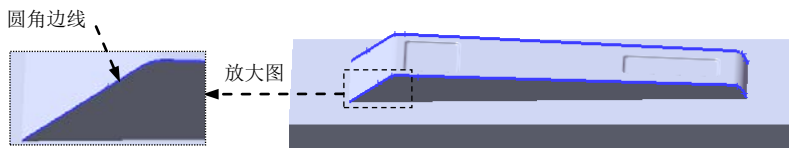

图 12.2.30 圆角边线
(2) 定义圆角类型。采用系统默认的圆角类型。
(3) 定义圆角对象。选取图 12.2.30 所示的边线为要圆角的对象。
(4) 定义圆角的半径。在 **圆角项目(I)** 区域的  文本框中输入圆角半径值 1.0, 选取